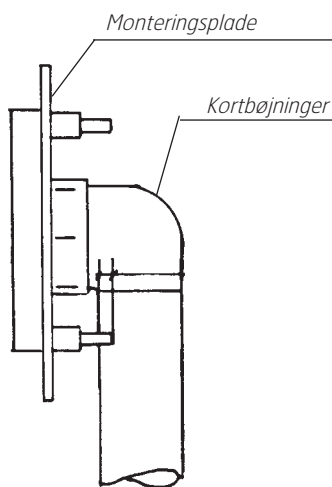

Fig. 7
**BEMÆRK!** Ved en 3" væg skal kortbøjningens ende mærket 3" ind på monteringspladen og den tilsvarende modsatte ende ved en 4" væg (fig. 7).